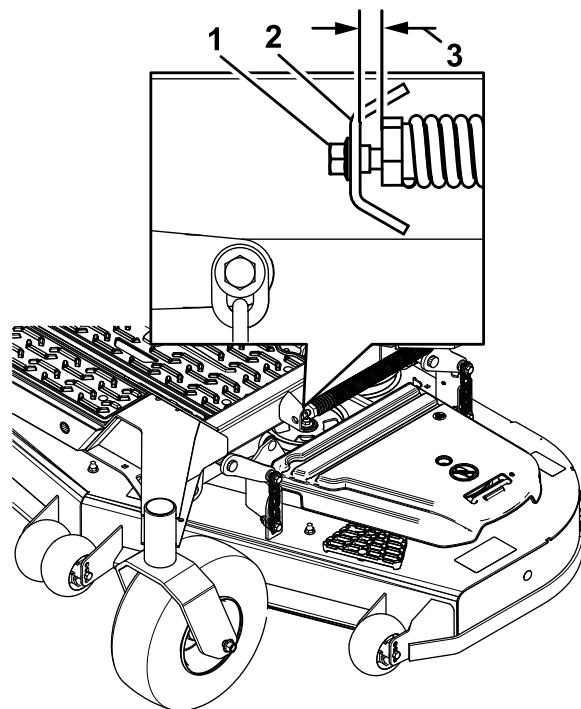

Figure 100
10. Desserrez lentement la vis de réglage sur le ressort d'aide au levage jusqu'à ce que vous puissiez enlever la vis (Figure 100).